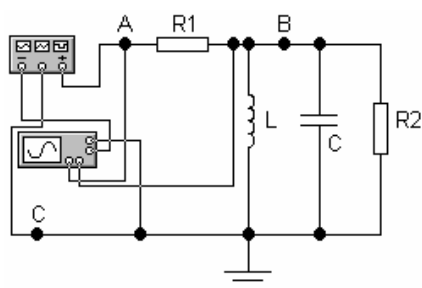

Рис.3.
2. Исследовать переходные процессы  $u_{LC}(t)$  на лабораторном стенде по схеме, приведенной на рис.3. Произвести измерения в точках 0, 5, 10 мкс. Результаты измерений нанести на графики расчетного задания.